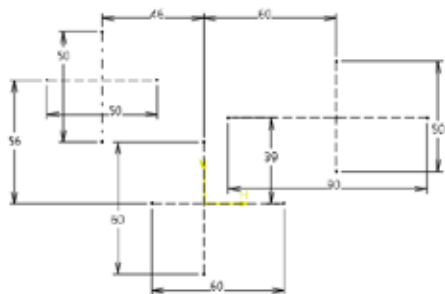

图5-49 绘制基准中心线
- 02 利用【轴】命令，绘制整个草图的基准中心线，如图5-49所示。